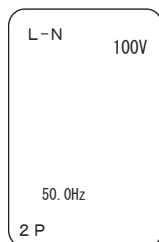

図 11-3 2P
(4) 測定コードを被測定回路に接続します。
(5) 電圧、周波数が表示されます（図11-3、11-4）。